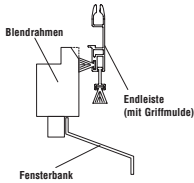
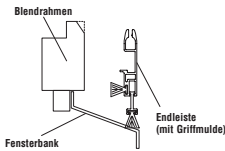
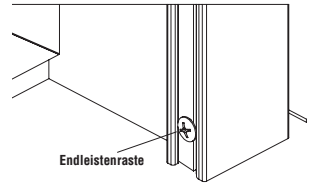

Bild 31
Bild 32
Bild 33
Schritt 1: Grundsätzlich wird die Endleiste mit der Endleistenraste im unteren Bereich so eingestellt, dass sie dichtschießend zum Blendrahmen (Bild 31) oder Fensterbank (Bild 32) abschließt. Die Endleistenraste ist in der Führungsschiene vormontiert (Bild 33) und muss, wie nachfolgend erläutert, in die endgültige Position gebracht werden. Die Endleiste-Griffmulde muss durch das geöffnete Fenster immer erreichbar sein.